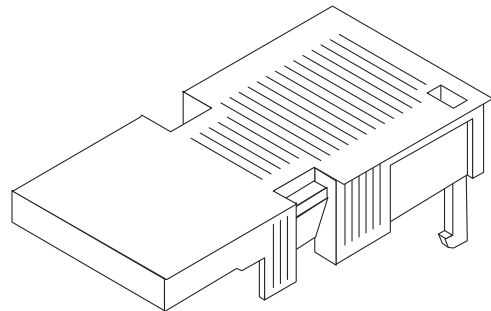

ABBILDUNG 5-1 Gleichstromverbindungssteile
1. Legen Sie die Teile bereit, die Sie zur Vorbereitung des Netzkabels benötigen (ABBILDUNG 5-1).